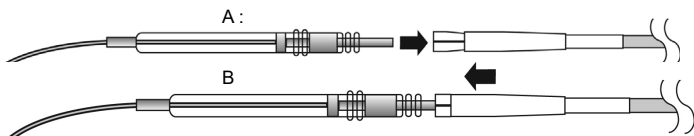

Figure 12. Insertion du connecteur de l'électrode dans la bague de serrage de l'outil d'ouverture de tunnel
- b. Insérez la pointe du connecteur de l'électrode dans la bague de serrage de l'outil d'ouverture de tunnel (Figure 12 A).
- c. Faites coulisser le manchon par-dessus la bague de serrage pour verrouiller la broche du connecteur en place (Figure 12 B).